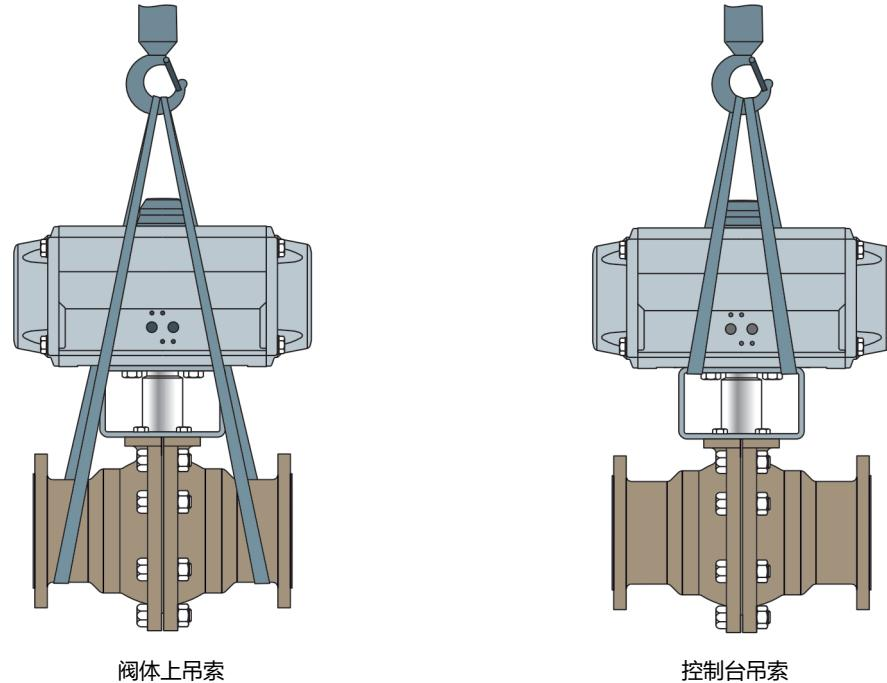

图 4-1：球阀上提升点
- ⇒ 使用带有安全夹的挂钩作为悬吊元件，以防吊索在提升和运输期间滑离挂钩，请参见 图 4-1。
- ⇒ 将吊索扣紧到每个外壳法兰以及起重机或叉车的悬吊元件（例如，挂钩），请参见 图 4-1。在执行此操作时，请检查承载量和吊索长度，以确保安全。
- ⇒ 将吊索扣紧到起重机或叉车的托架和悬吊元件（例如，挂钩），请参见 图 4-1。在执行此操作时，请检查承载量和吊索长度，以确保安全。